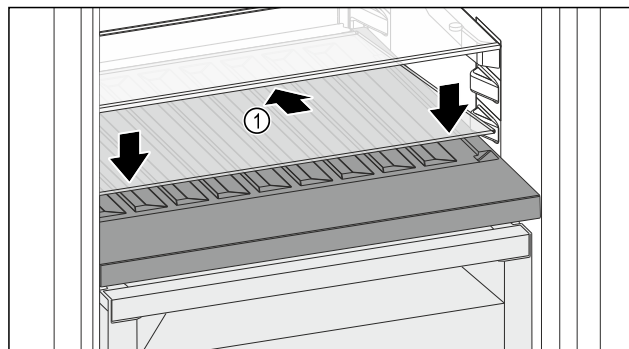

Fig. 182
- Sätt an glasskivan Fig. 182 (1) snett och lutad bakåt.
- Sänk glasskivan Fig. 182 (1) framtill.